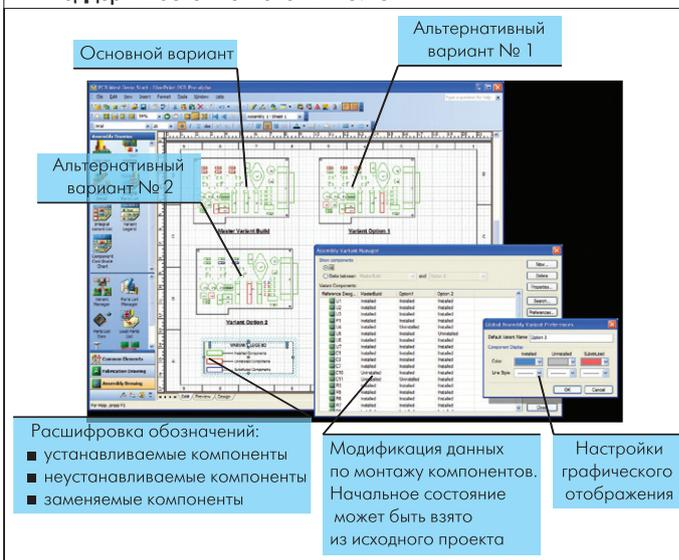

Рис.11. Поддержка различных вариантов монтажа
- варианты монтажа (Assembly Variants). Система обеспечивает как текстовое, так и графическое сопровождение различных вариантов монтажа. Каждый вариант может быть отображен на сборочном чертеже в соответствии со списком используемых компонентов. Графически отражается статус компонентов. Благодаря этому уменьшается и число ошибок, и время проверки правильности установки компонентов (рис. 11);